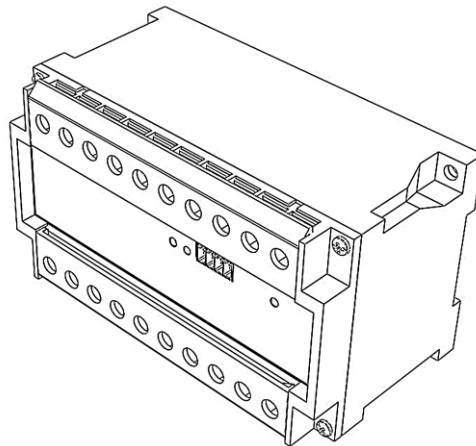
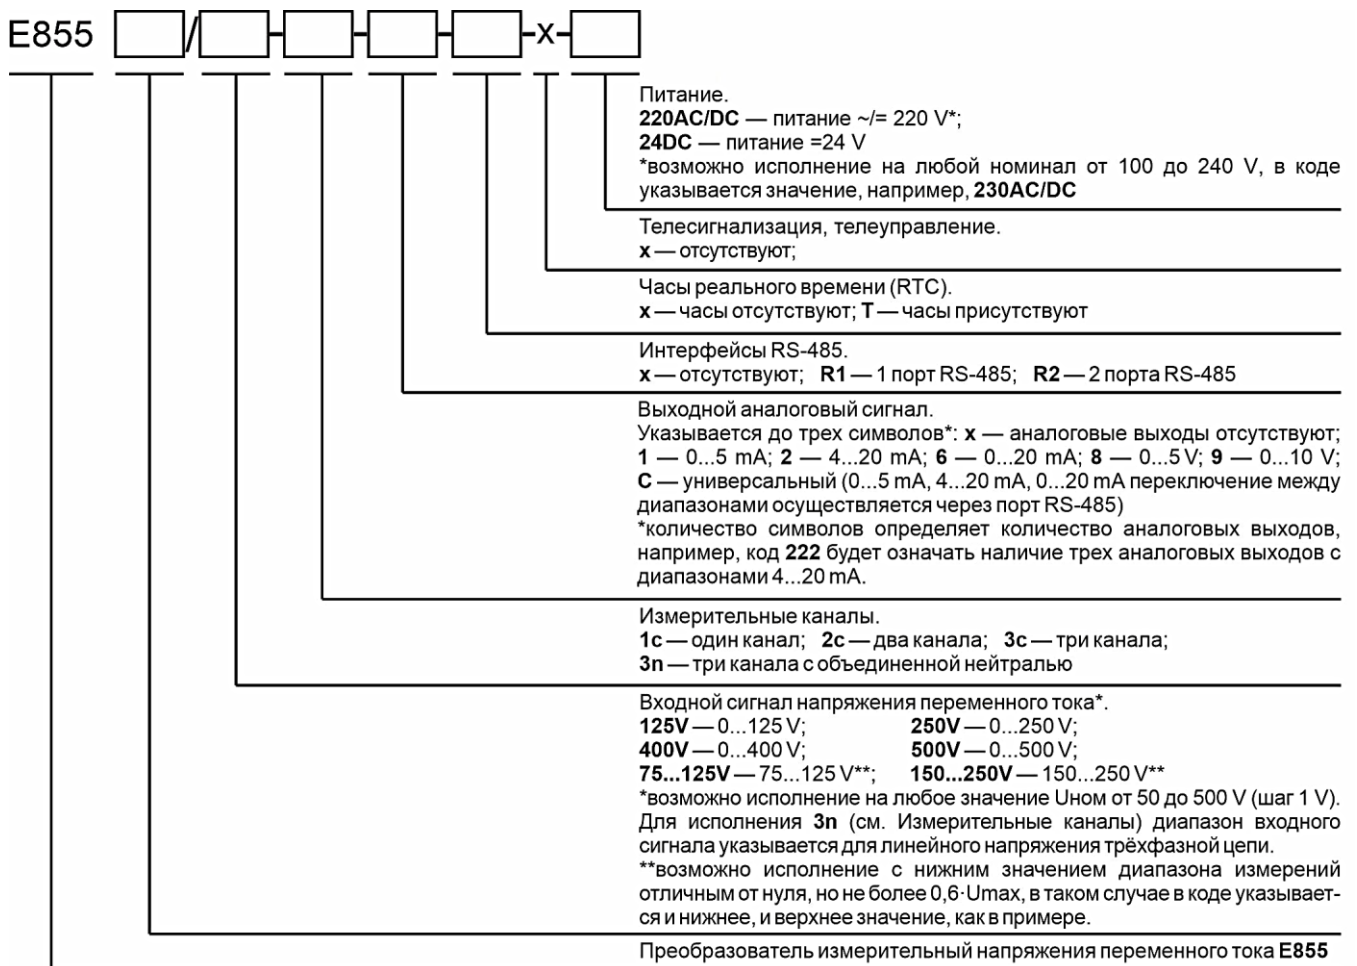

Рисунок 1 – Внешний вид E855
Рисунок 2 – Схема условного обозначения ИП
2.1 Основные технические данные ИП E855 (рис. 1) в соответствии с кодом условного обозначения (рис. 2).